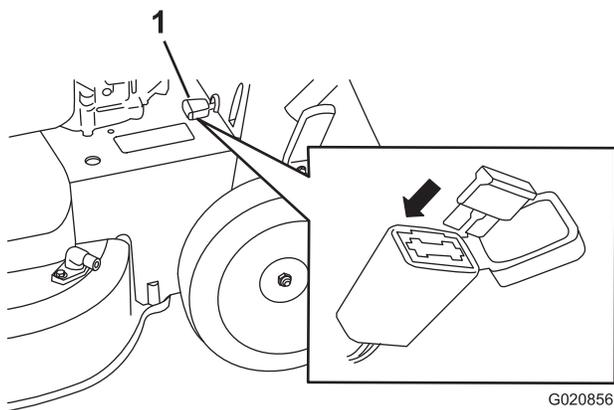

Figura 36
1. Abra el portafusibles sellado y cambie el fusible (Figura 36).
7. Retire el deflector trasero y el conjunto de la palanca de bloqueo (Figura 36).